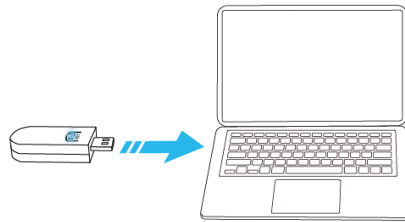

图 4.4 安装蓝牙适配器
**步骤 1** 将蓝牙适配器安装到电脑的USB接口，如图 4.4所示。